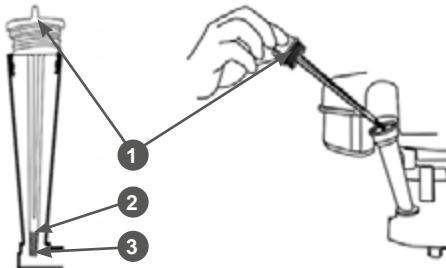

Рис. 22 Крышка-щуп маслозаливной горловины
(1) Техническое обслуживание должно осуществляться более часто, при работе в пыльных условиях.
(2) Данный вид работ необходимо выполнять в авторизованном сервисном центре.
- Осторожно открутите крышку-щуп 1 (Рис. 22) маслозаливной горловины, протрите его насухо и отложите в сторону.
- Установите крышку-щуп в отверстие маслозаливной горловины, не закручивая ее. Аккуратно вытащите щуп и осмотрите его. Уровень масла должен соответствовать верхней отметке 2 на щупе (Рис. 22).